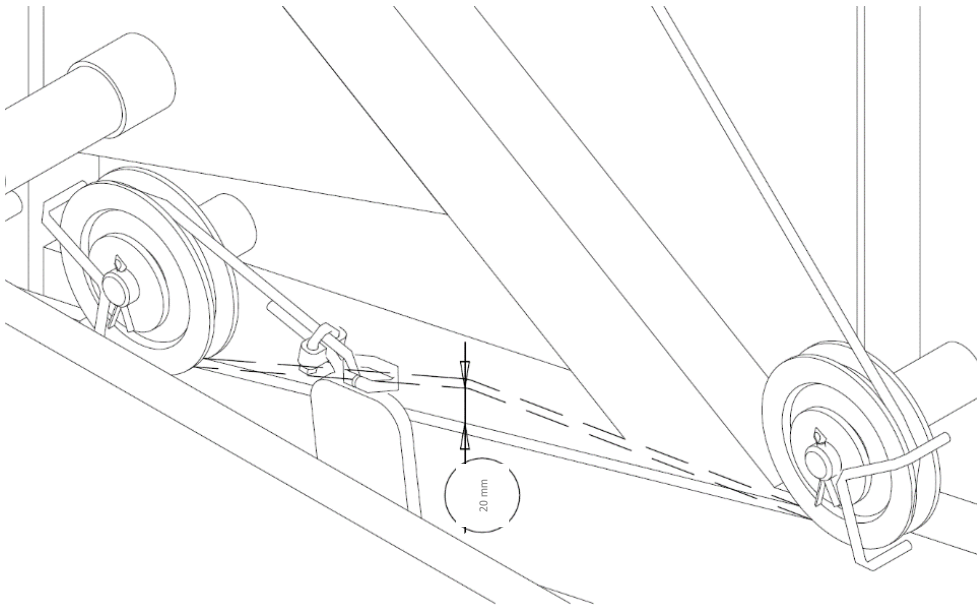

Figure 28. Récolte de la paille – préparation de la machine
- La tension du câble recommandée par le fabricant doit être au maximum de 20 mm, comme illustré à la figure 28 ;